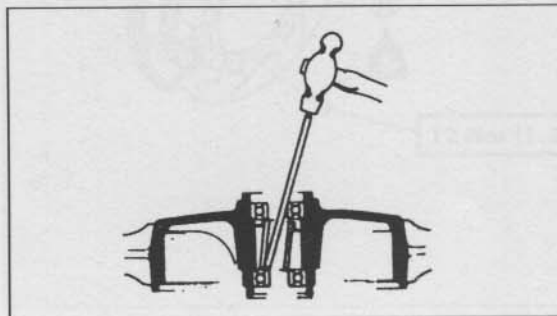

Bild 202
- Distanzhülse zwischen den Radlagern aushebeln. Lager mit einem 10-mm-Dorn mit leichten Schlägen schrittweise über Kreuz austreiben (Bild 202). Nach Ausbau eines Lagers Distanzhülse entnehmen und gegenüberliegendes Lager austreiben.